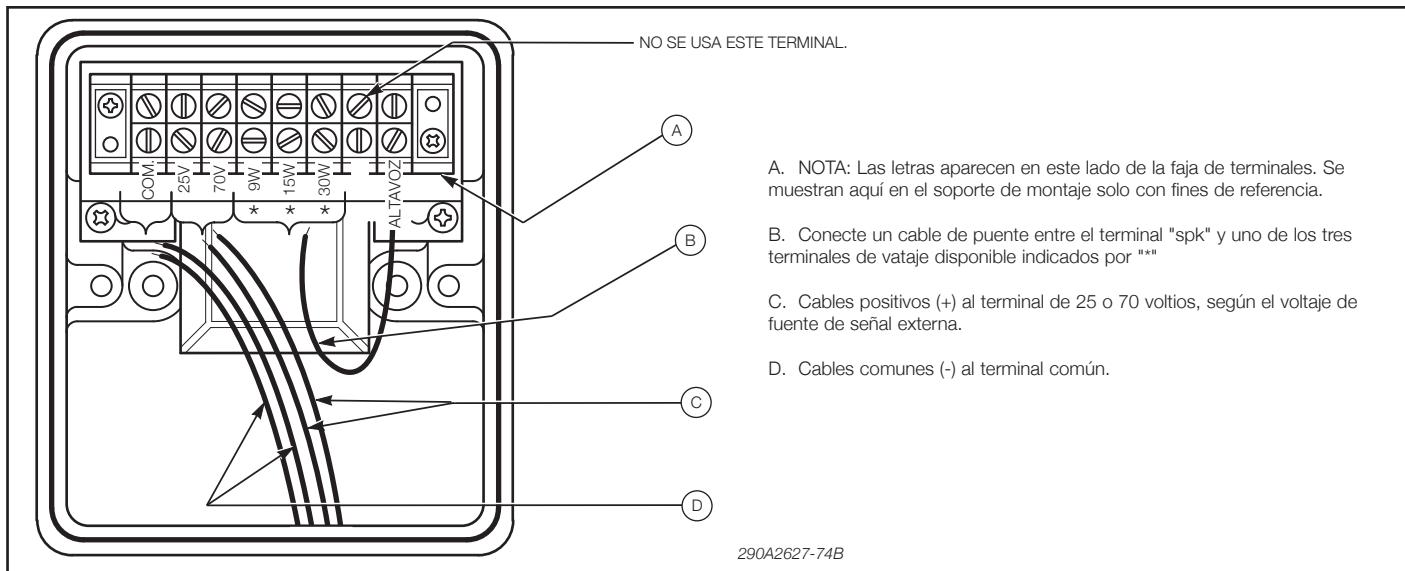

Figura 3. Configuración de cableado interno de terminales múltiples.
3. Cree un puente de 10,1 cm (4 in) de largo usando un cable de 14-22 AWG. Conecte un extremo del cable de puente al terminal marcado con el vataje deseado (vea la figura 3). Conecte el otro extremo al terminal marcado "SPK".
Solo tres (3) de los cinco (5) terminales de vataje marcados en el bloque terminal son para usar con el AM302 y el AM302GCX. Para un funcionamiento correcto, el cable del altavoz debe conectarse a uno (1) de estos terminales como se indica en la figura 3. No se usan los otros dos (2) terminales de vataje.
- A. Una vez que se haya completado la instalación, asegúrese de probar el sistema para verificar que cada altavoz opere satisfactoriamente. Si se determina que el sonido de la unidad está demasiado alto para su ubicación, debe seleccionarse un terminal de vataje menor. Retire con cuidado la cubierta de la carcasa y mueva el cable amarillo interno del altavoz a un terminal de vataje menor (vea la Figura 3). Vuelva a colocar la cubierta de la carcasa y vuelva a probar.